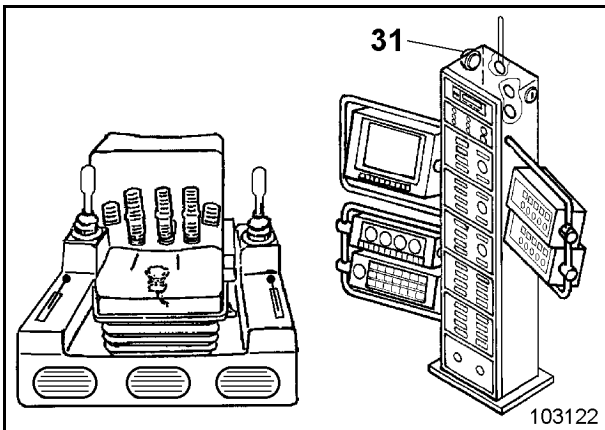

Fig. 2-16:
- im Fahrerhaus in der Steuersäule (31, Fig. 2-16:)